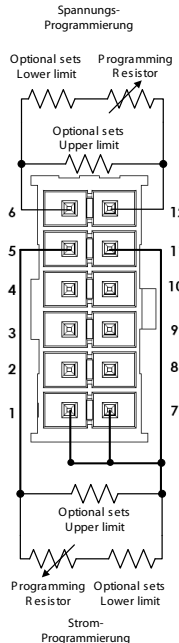

Abb. 6-2: J1-Anschluss zum analogen Programmieren mit externem Widerstand
1. Für Verdrahtung bei analoger Programmierung über Widerstand siehe Abb. 6-2.